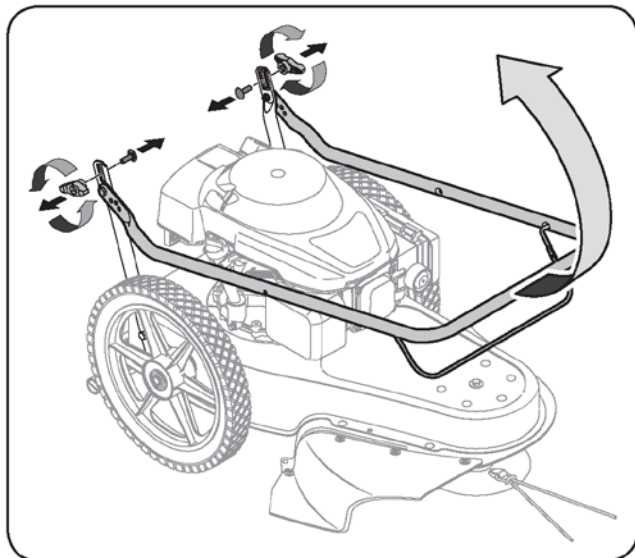

图 3-1
1. 请将翼形旋钮和马车螺丝分别从左下角手柄和右下角手柄处取下。请参见图 3-1。
2. 将上端手柄旋入工作位置。请参见图 3-1。